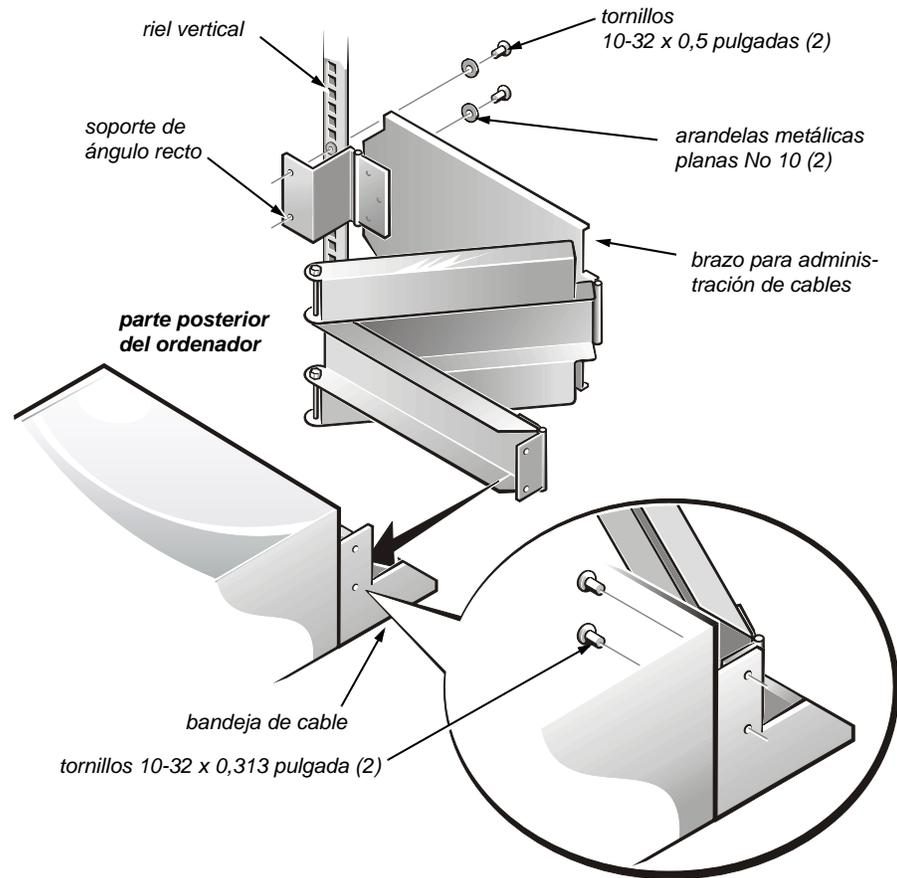

Figura 10. Instalación del brazo para administración de cables
2. Tire del ordenador en posición hacia arriba e inserte los rieles del ordenador en las vías de los deslizadores interiores (vea la figura 10).